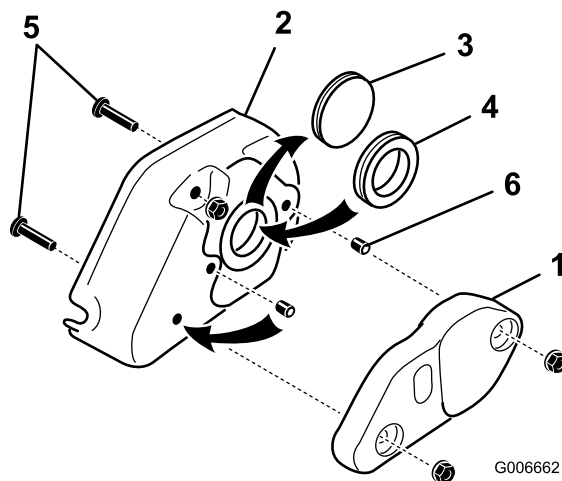

図 28
31. グルーマのウェイトをグルーマカバーに固定している 5/16 in フランジナット2個を外してウェイトを取り外す図 28。
32. カバーについているむく（3）のハトメを取り外してゴム製のグロメットリング（4）に交換する図 28。
33. カバーにねじ込んである 5/16 x 1-1/4 ネジ2本を取り外す図 28。
34. グルーマカバーのセンター穴から固定ねじを取り外す図 28。この固定ネジと、キットに入っているもう1つの固定ネジを、先ほどまでカバー取り付けネジが入っていた穴に取り付ける。取り付け前に、固定ネジにロックタイトを塗りつける。固定ネジがカバーと面になっていることを確認すること。